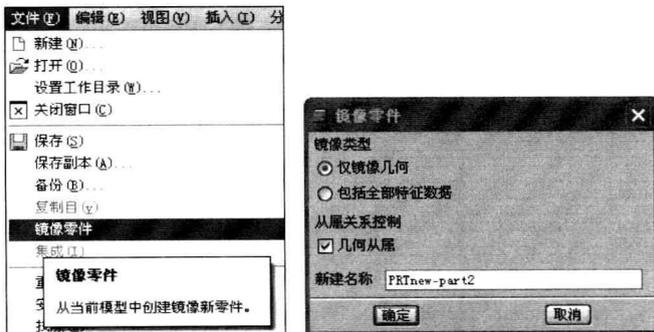

图 1.1.10 用“镜像零件”命令创建新零件
(8) 镜像零件。选择“文件”→“镜像零件”命令,为零件命名为“new-part2”,单击“确定”按钮完成零件的镜像操作,并将新零件“new-part2”保存到“D:\资料”中,如图 1.1.10 所示。